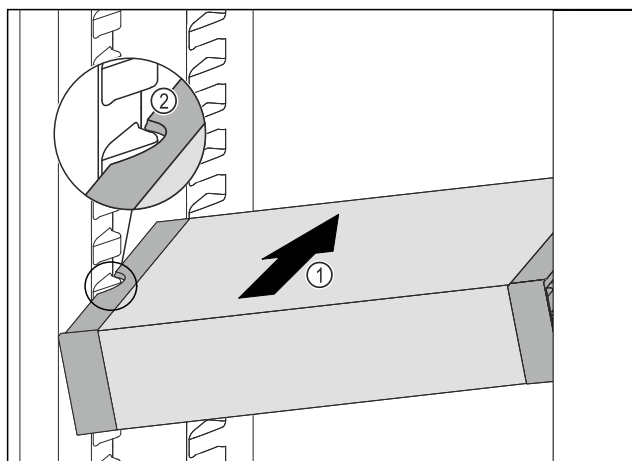

Fig. 132
- VarioSafe įstumkite įstrižai į šaldytuvo skyrį Fig. 132 (1), kol VarioSafe šoninės angos Fig. 132 (2) bus talpyklos briaunos aukštyje šaldytuvo skyriuje.